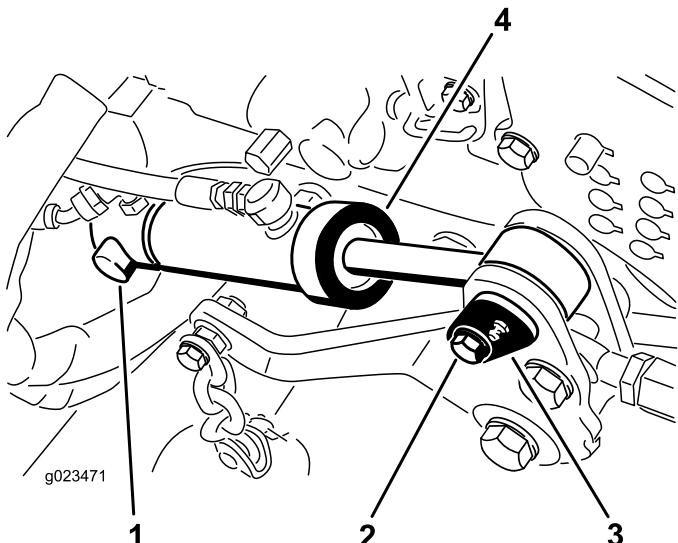

Figure 13
13. Montez l'arrière du vérin de levage du tablier sur l'axe de pivot et fixez-le en place avec le circlip (Figure 13).
14. Fixez l'avant du vérin de levage au cadre du tablier de coupe avec la goupille et la vis (Figure 13).